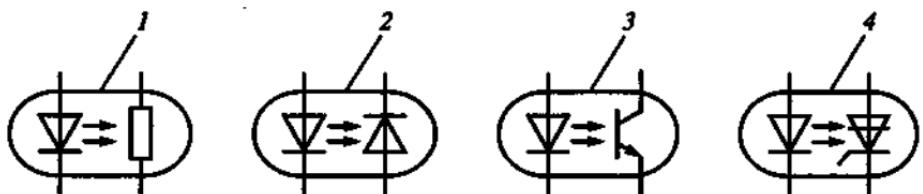

Рис. 193
7.42. На рис. 193 приведены соответственно схемы оптранов: фоторезисторного 1, фотодиодного 2, фототранзисторного 3 и фототиристорного 4.